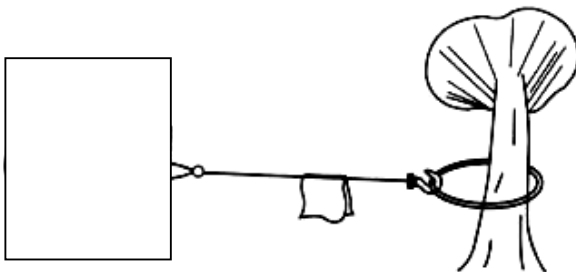

Fig. 4
10. E' importante mettere un pezzo di stoffa sulla fune vicino al gancio, quando si tirano carichi (vedi fig.4) questo rallenterà il rinculo di una fune rotta e aiuterà a prevenire serie ferite e danni.